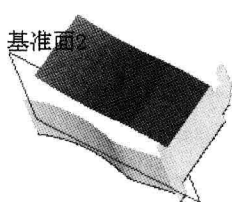

图 1.13 斜接法兰 2
(4) 单击  按钮，完成斜接法兰 1 的创作。
Step5. 创建图 1.13 所示的钣金特征——斜接法兰 2。